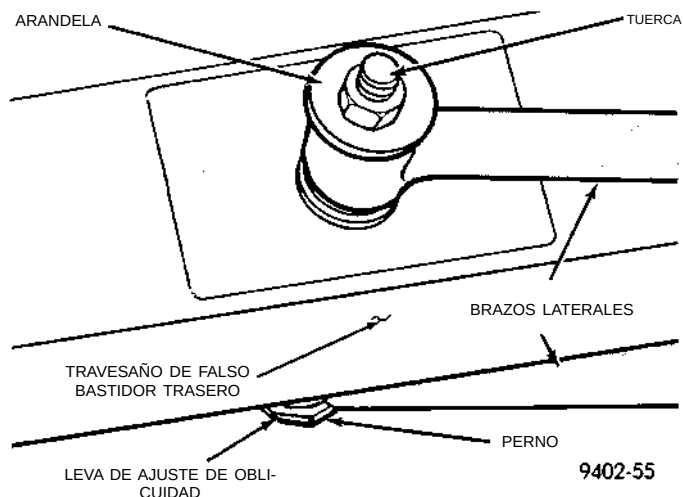

Fig. 24 Fijación de la articulación lateral al travesaño de falso bastidor
travesaño de falso bastidor trasero con el perno de fijación de la articulación lateral (Fig. 24). **La cabeza del perno de fijación largo de la articulación lateral al travesaño de falso bastidor debe instalarse orientado hacia la parte trasera del vehículo.**
(5) Emplace la articulación lateral trasera orientada hacia la parte de adelante contra el travesaño de falso bastidor trasero (Fig. 24). Después atravesese el manguito de casquillo de la articulación lateral delantera con el perno de fijación.
(6) Instale la arandela y la tuerca en el perno de fijación de la articulación lateral del travesaño de falso bastidor (Fig. 24). **No apriete por ahora el**